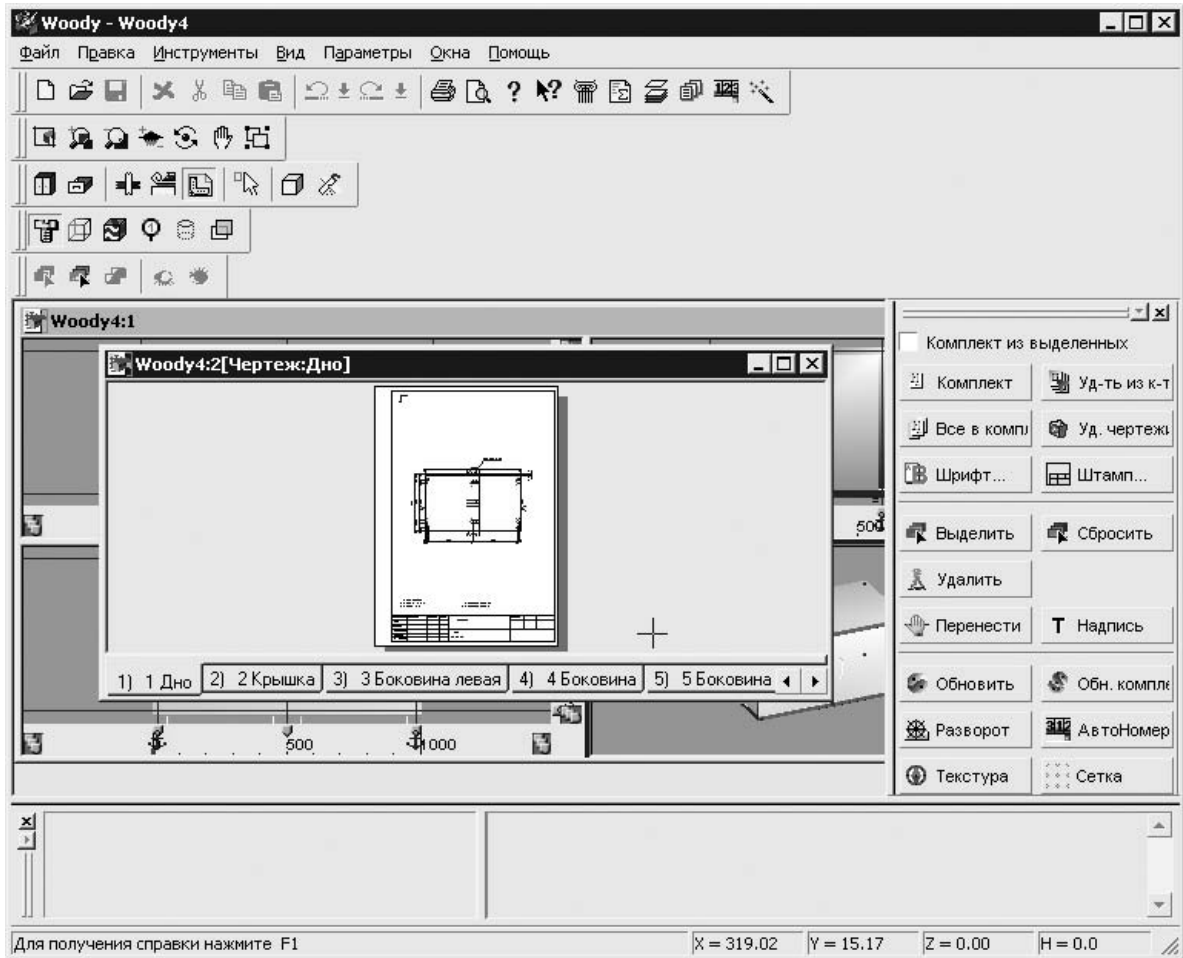

Рис. 6.25
8. Нажать кнопку Комплект на панели мастера чертежей — откроется окно просмотра чертежей (рис. 6.25), в котором можно просмотреть все чертежи деталей, сгенерированные программой для нового изделия. Для просмотра деталей нужно щелкнуть кнопкой мыши на вкладке внизу окна. С помощью панели мастера чертежей можно работать с полученными чертежами, а также распечатывать их.